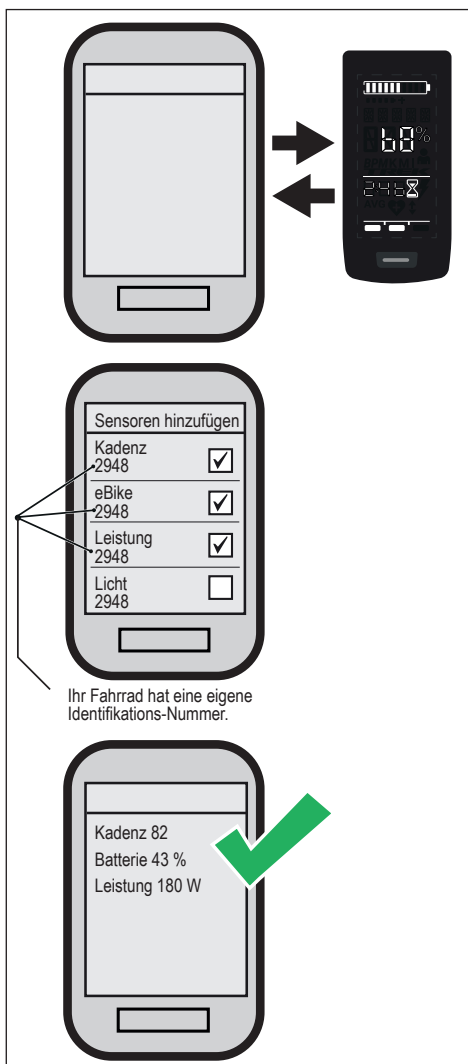

Abb. 8: Verbindung E-Bike zu Fahrradcomputer
- Wählen Sie mindestens die drei dargestellten Sensoren (siehe Abb. 8) aus.